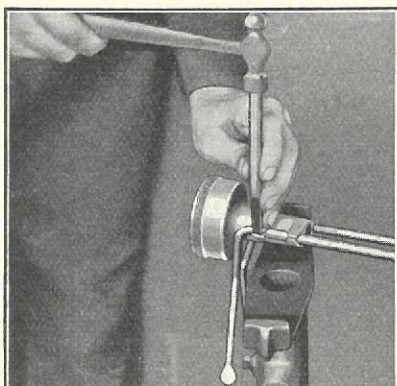

Fig. 392
- 756 Transmissionshuset skilles fra Reguleringsstængerne ved at kile Kramperne »A« (Fig. 392) fra hinanden.